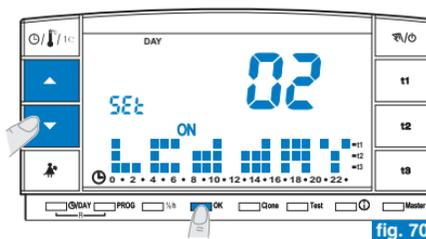

fig. 70
- Desde la pantalla de visualización del contraste de la pantalla (ejemplo fig. 69) pulsar las teclas ▲▼ para visualizar el nivel "02" LCd dAY (ejemplo fig. 70).